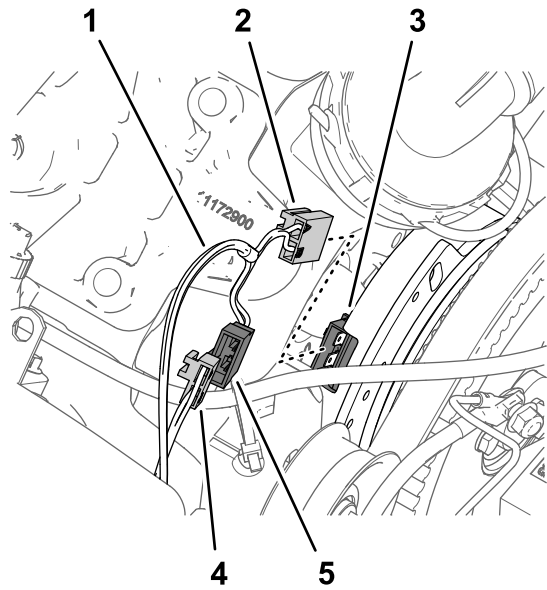

図 169
2. キットのハーネスの枝線についている 2 ピンコネクタ 84cm の長さで PUMP CLUTCH というラベルがついているものを車両のワイヤハーネスの SPRAY PUMP COIL というラベルがついている 2 ソケットコネクタに接続する 図 169。
3. キットのワイヤハーネスのうち、PUMP CLUTCHというラベルのついた2ソケットコネクタを、オルタネータの2ピンコネクタに接続する 図 169。